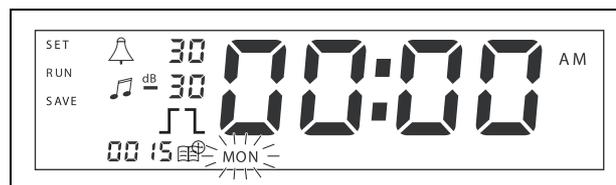

figura 7.2: Programação do dia e da hora do evento
- 4 Prima e mantenha o selector rotativo premido para iniciar a sequência de programação. Todas as indicações do visor irão reaparecer e o dia da semana irá começar a piscar (consulte a figura 7.2).